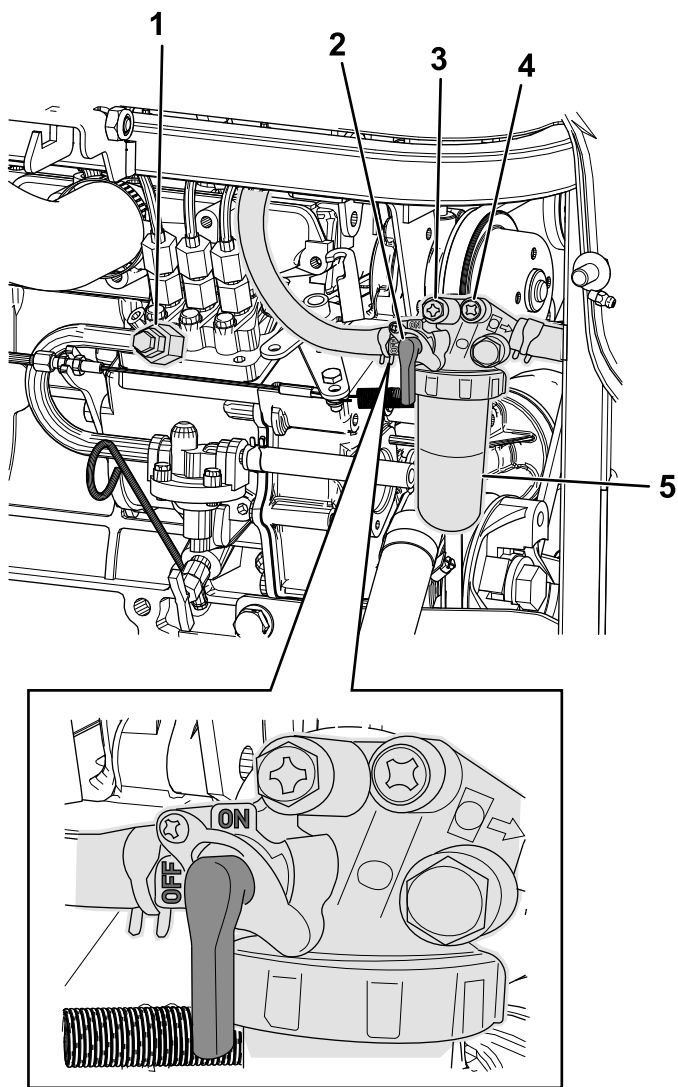

図 58
- 燃料フィルタのレバーが ON 位置にあることを確認する 図 58。
- 燃料噴射ポンプについている第一エア抜きねじ 図 58 をゆるめる。
- 燃料が出てきたら、第一エア抜きねじ 図 58 を締め付ける。
- 燃料噴射ポンプについている第二エア抜きねじ 図 58 をゆるめる。
- 燃料が出てきたら、第二エア抜きねじ 図 58 を締め付ける。
7. 燃料フィルタのレバーを ON 位置に回す 図 58。